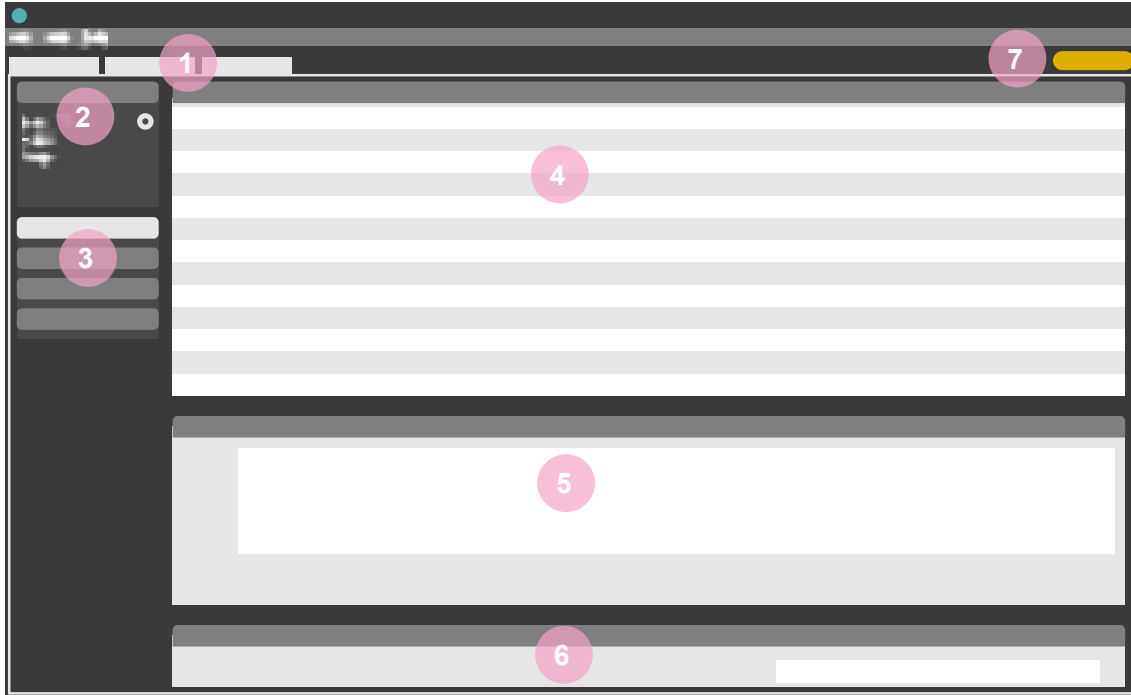

图 1. 主窗口概述
将仪器连接至 RaySafe View。RaySafe View 在左侧仪表板中显示已连接的仪器（第 4 页中的图 1 中的 2）。所有新的测量值将自动显示于 RaySafe View 中。
**小贴士!** 每个选项卡中可以连接一部仪器（第 4 页中的图 1 中的 1）。